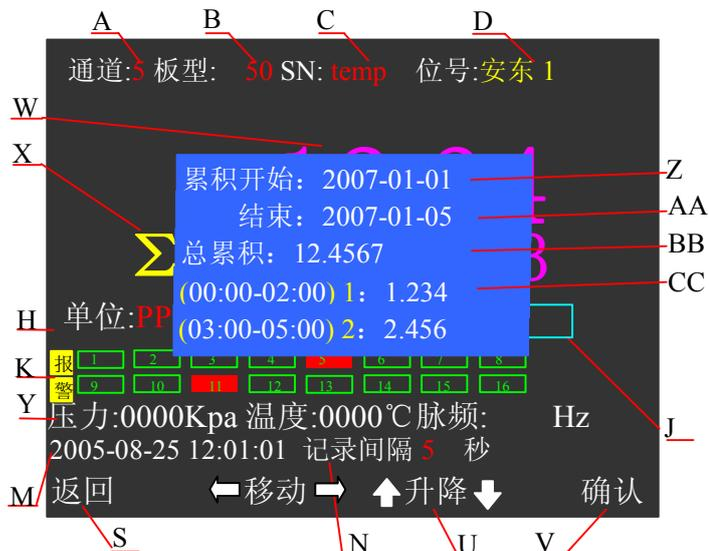

图 2.8 50M 板的累积统计显示
- 7、**累积值统计:** 在 50M 通道的特大数据画面下, 按 **■** 键将弹出“累积统计”对话框 (图 2.8), 通过设置累积开始和结束时间, 可统计出这个时段的总累积值和各个分段的累积值。当没有分段时, 可统计任意时段 (最小到分钟) 总累积值; 当有分段计算时, 开始到结束的每天同一时段的累积和。具体设置请到第三章的通道组态的 累积统计 项进行设置
- 1、该采集板有累积值统计功能，可进行总累积值和分段累积计算功能，按■键使系统从检测状态进入累积统计状态（如图2.8）；